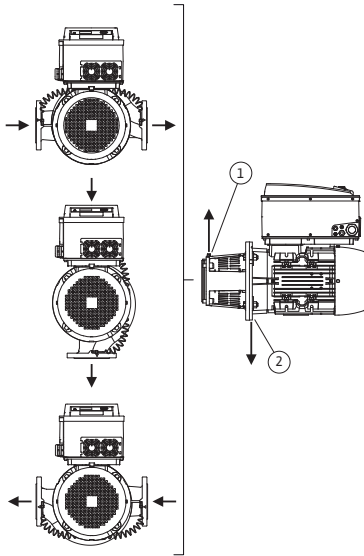
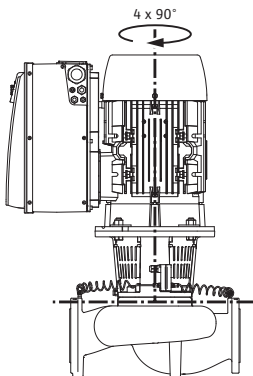

Рис. 18: Допустимые монтажные положения с горизонтальным валом электродвигателя
Рис. 19: Допустимые монтажные положения с вертикальным валом электродвигателя
Допустимые монтажные положения с горизонтальным валом электродвигателя и электронным модулем сверху (0°) показаны на рис. 18. Не показаны допустимые монтажные положения с монтированным сбоку электронным модулем (+/- 90°). Допускается любое монтажное положение, кроме «электронным модулем вниз» (- 180°). Вентиляция насоса обеспечивается только при условии, что клапан для вентиляции обращен вверх (рис. 18, поз. 1).
Только в этом положении (0°) может осуществляться направленное отведение накапливающегося конденсата через имеющееся отверстие, фонарь насоса и электродвигатель (рис. 18, поз. 2). Для этого удалить пробку на фланце электродвигателя.
Допустимые варианты монтажа с горизонтальным валом электродвигателя показаны на рис. 19. Допускается любое монтажное положение, кроме «электродвигателем вниз».
- Клапан для вентиляции на промежуточном корпусе (рис. 6, поз. 1.31) при горизонтальном расположении вала электродвигателя должен быть обращен вверх (рис. 6). При вертикальном расположении вала допускается любое положение клапана. См. также Рис. 18: «Допустимые монтажные положения с горизонтальным валом электродвигателя» на стр. 204 или Рис. 19: «Допустимые монтажные положения с вертикальным валом электродвигателя» на стр. 204.